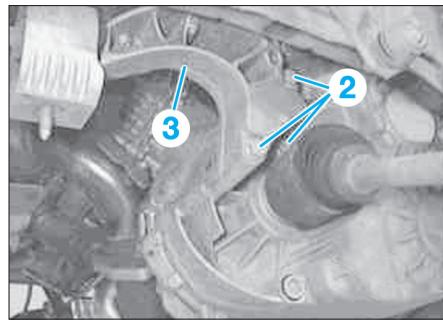

FIG. 3
- Abaïsser le moteur sur le côté gauche jusqu'à avoir accès aux vis (2) du support moteur (3) (Fig.3).
- Déposer les vis (2) puis le support moteur (3) (Fig.3).